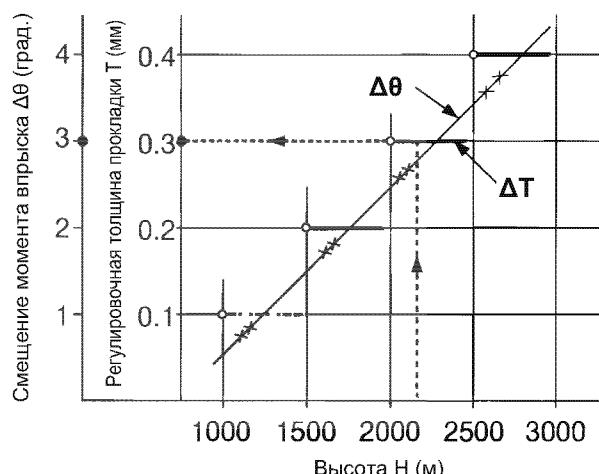

Рис. 46 Регулировочная толщина прокладки
2. Вычислите толщину прокладки, отняв ΔT , и увеличьте момент впрыска на $\Delta\theta$, базируясь на высоте H , на которой работает генератор, и скорректируйте толщину прокладки, как показано на Рис. 46.